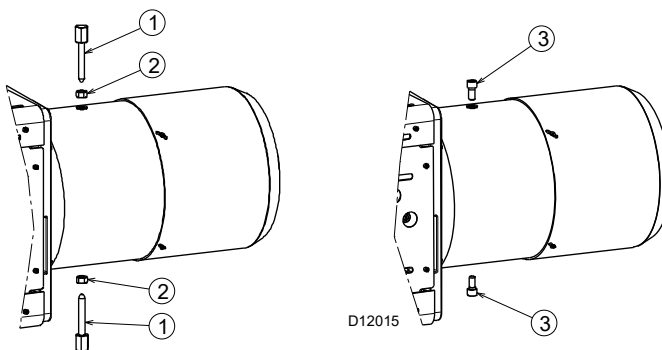

Fig. 11
- Prima di montare il bruciatore sulla caldaia rimuovere le viti e i dadi 1)-2)(Fig. 11).